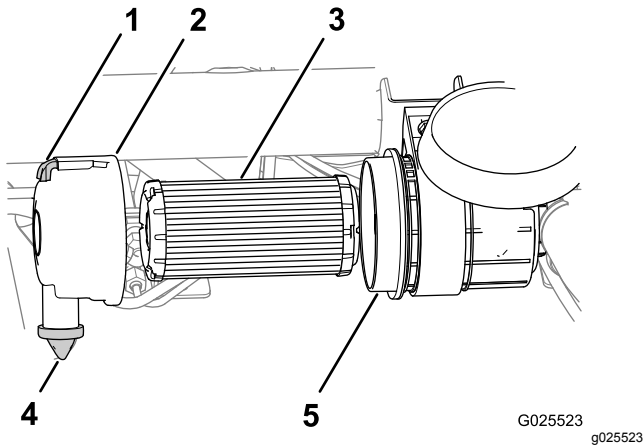

图40
1. 向外拉出门锁逆时针旋转空气滤清器盖图40。
3. 从外壳卸下空气滤清器图40。
4. 将空气滤清器盖和外壳的内部擦拭干净图40。
5. 从滤清器盖取下橡胶防尘阀图40。
6. 清洁位于空气滤清器盖内的排污口、防尘阀腔并更换防尘阀图40。
8. 插入新滤芯方法是轻轻按住滤芯的外缘将它压入空气滤清器外壳中图40。
9. 从盖子的左端看时将空气滤清器盖与防尘阀在6点钟位置对齐图40。
10. 固定空气滤清器盖的门锁图40。